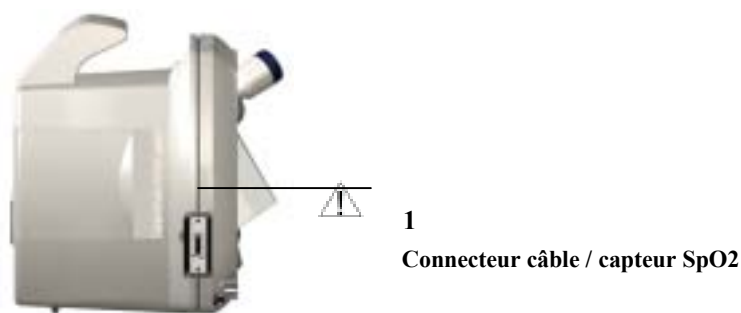

Figure 5. Connexion des câbles de SpO2
4. Brancher le câble au connecteur du panneau SpO2 (voir figure 5).